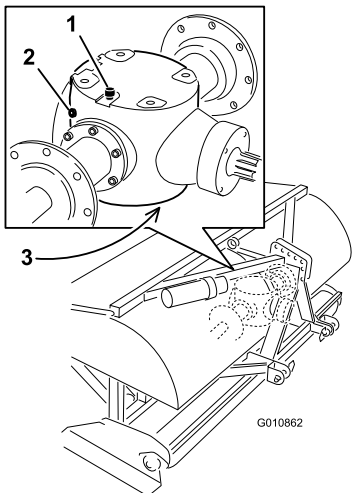

Figura 32
2. Rimuovete il tappo di controllo dalla trasmissione (Figura 32).
- Verificate che il livello dell'olio nella trasmissione arrivi al bordo inferiore del foro del tappo di controllo (Figura 32).
- Eliminate eventuali detriti dal tappo di sfiato/riempimento e dal tappo di spurgo per evitare la contaminazione dell'olio (Figura 32).